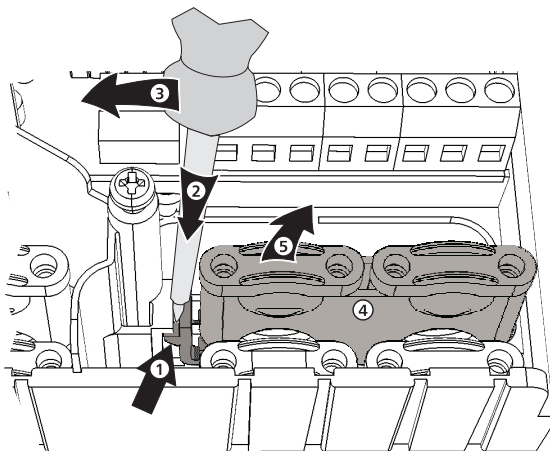

Fig. 5: Rimozione del ponticello destro
1. Posizionare il cacciavite ② al ponticello destro tra la scatola e il morsetto a molla ① (fig. 5).
2. Premere il cacciavite con cautela verso sinistra ③. Sollevare a destra il morsetto a molla ① fino a sbloccare il ponticello ④.
3. Con la mano libera togliere il ponticello sollevandolo verso l'alto ⑤.